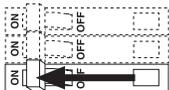

Figure 3
5. Installez le cadre de montage (sans bride uniquement) (**Figure 3**).